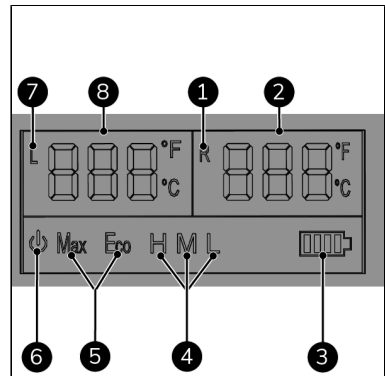

Abbildung 24.
- Temperatur zeigt die eingestellte oder aktuelle Temperatur im Kühlfach (Abbildung 24, Pos. 8) oder im Gefrierfach (Abbildung 24, Pos. 2) (Celsius oder Fahrenheit).
- Batterie (Abbildung 24, Pos. 3) zeigt den Zustand der Fahrzeugbatterie an.
- Batterieschutz (Abbildung 24, Pos. 4) zeigt den aktuell gewählten Batterieschutzmodus (hoch, mittel oder niedrig) an.
- Kühlkapazität (Abbildung 24, Pos. 5) zeigt die Kühlkapazität (MAX oder ECO) an.
- EIN/AUS (Abbildung 24, Pos. 6) zeigt an, ob das Gerät ein- oder ausgeschaltet ist.
- L (Abbildung 24, Pos. 7) und/oder R (Abbildung 24, Pos. 1) blinken; die Einheit kühlt.
Wenn das Gerät an das Netzteil angeschlossen ist, leuchtet die EIN/AUS-Anzeigeleuchte (Abbildung 24, Pos. 6).